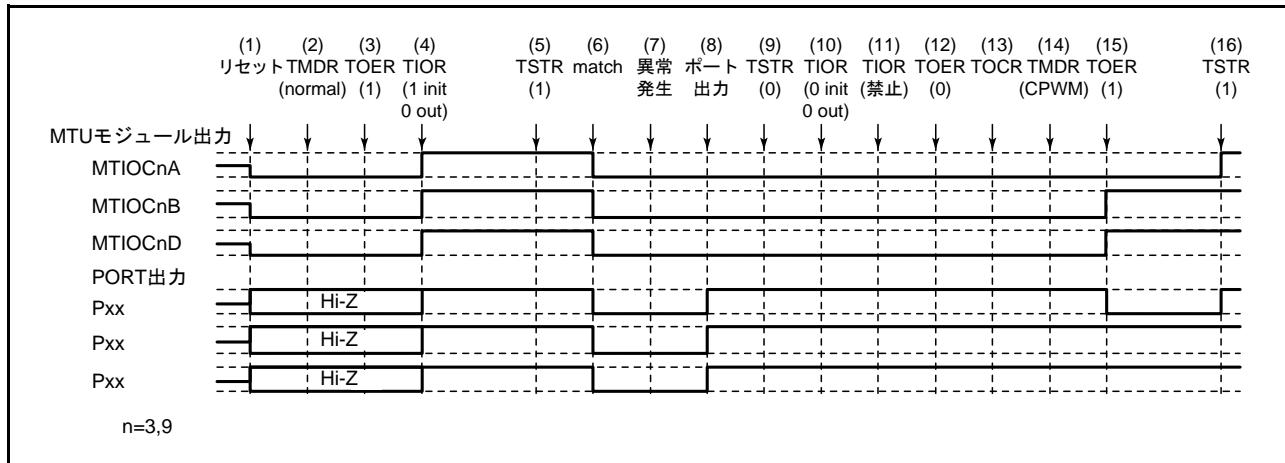

図 18.129 ノーマルモードで異常が発生し、相補 PWM モードで復帰する場合
ノーマルモードで異常が発生し、再設定後相補 PWM モードで再スタートする場合の説明図を図 18.129 に示します。
- (1) ~ (12) は図 18.129 と共通です。
- (13) TOCR でリセット同期 PWM の出力レベルと周期出力の許可禁止を選択してください。
- (14) リセット同期 PWM を設定します。
- (15) TOER でチャネル 3、4（またはチャネル 9、10）の出力を許可してください。
- (16) TSTR で再スタートします。